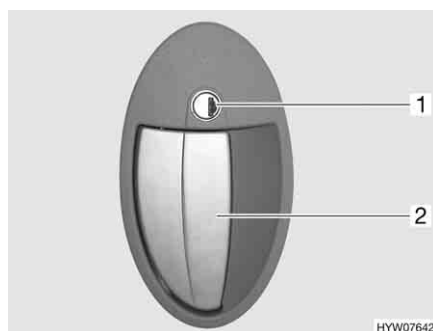

Fig. 22 Serratura della porta, lato esterno
- Inserire la chiave nel cilindro della serratura (Fig. 22,1) e ruotare in senso orario, fino a quando la serratura della porta si sblocca.
- Tirare la maniglia della porta (Fig. 22,2). La porta è aperta.
- Inserire la chiave nel cilindro della serratura (Fig. 22,1) e ruotare in senso antiorario, fino a quando la serratura della porta si blocca.